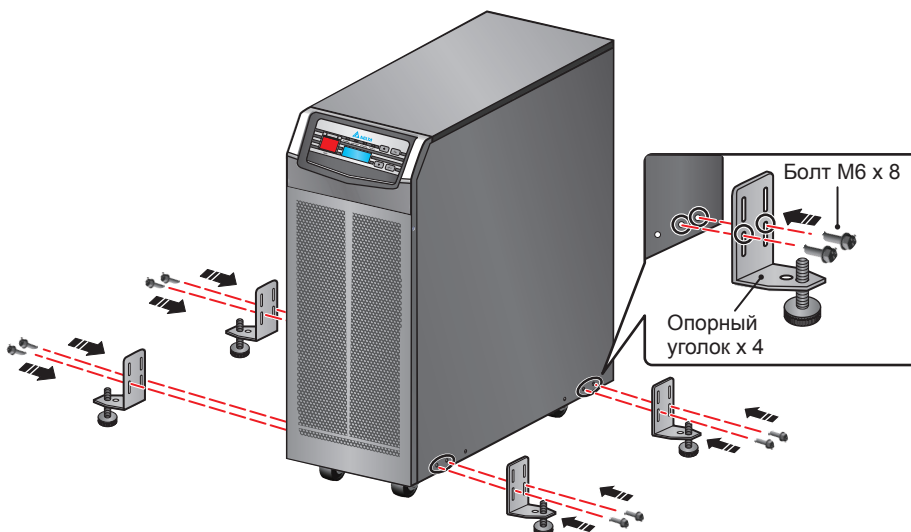

Рис. 6-4. Установка опорных уголков ИБП 15/20 кВА
- 3 Прикрепите с обеих сторон ИБП опорные уголки, как показано на **Рис. 6-4**. Обратите внимание, что винты М5 должны быть вставлены в нижний ряд крепёжных отверстий каждого опорного уголка и зафиксированы в верхнем положении соответствующего отверстия, (см. **Рис. 6-4**).